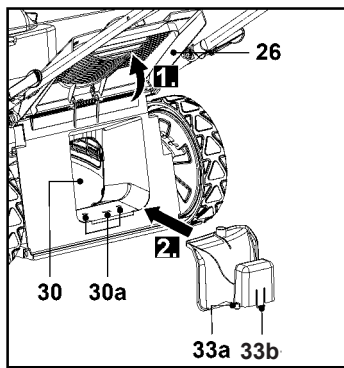

Рис. 16
1. Откройте задний защитный кожух (26), удерживая его на месте, и вставьте мульчирующую вставку (33) в задний жёлоб для выброса травы (30) (рис. 16). Убедитесь, что две крепёжные муфты (33a) и фиксирующая защёлка (33b) защёлкнулись в пазах заднего жёлоба для выброса травы (30a) со звуком щелчка.